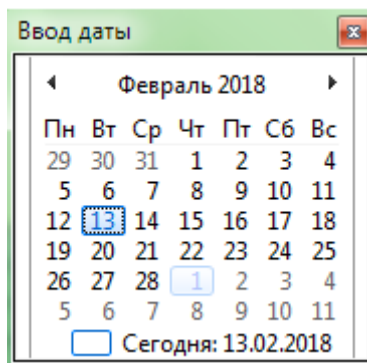

Рисунок 8
- Двойным щелчком мыши выберите дату из календаря.(рисунок 8)